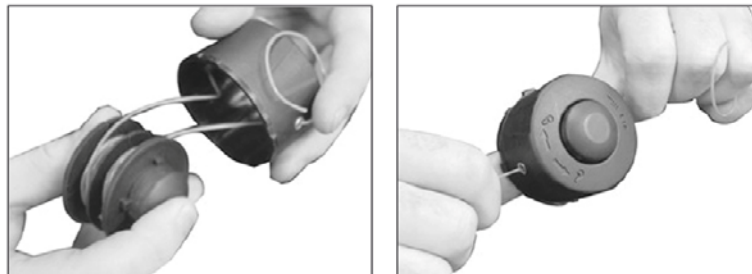

Fig. 8
1. Przewlec końcówki żyłek nowej szpuli przez otwory w pokrywie (rys. 8).